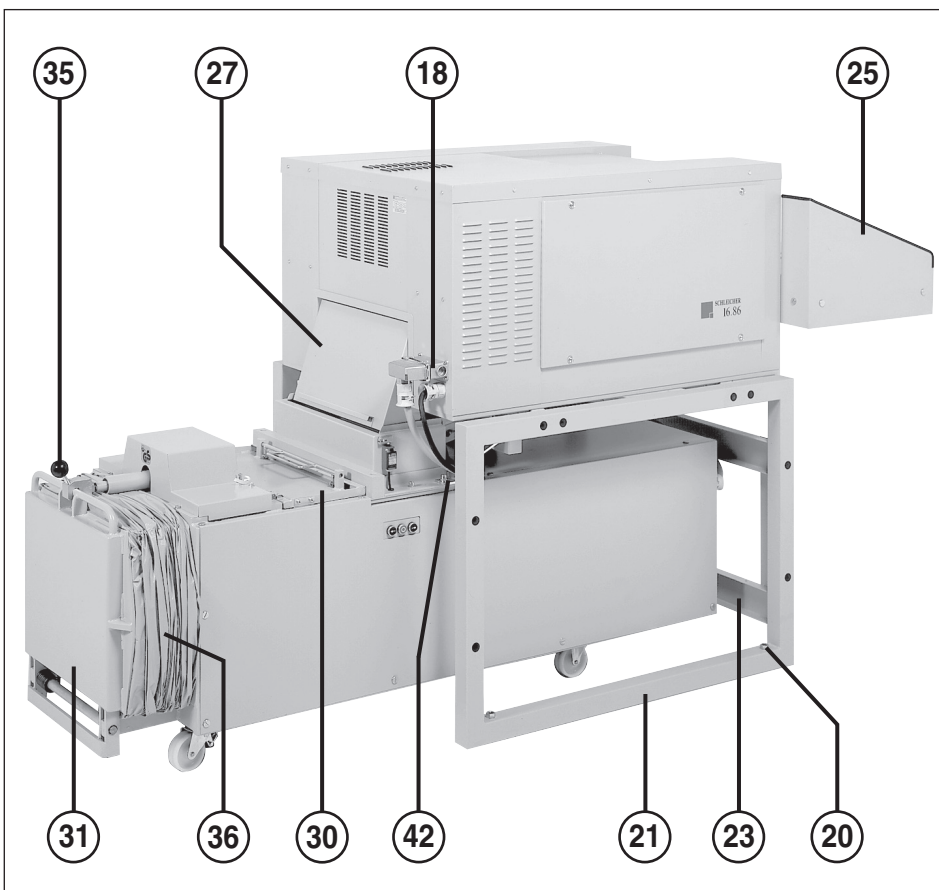

Fig. 2
- 18 = Caja de enchufe (fig. 2 y 4)
- 20 = Tornillo de compensación (fig. 2)